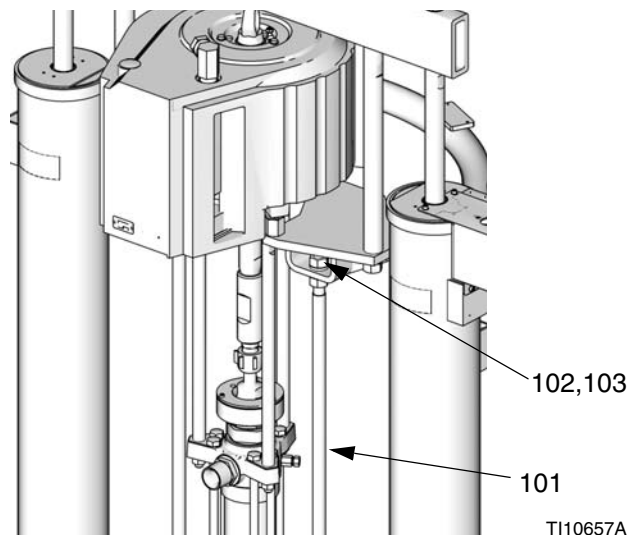

FIG.20
1. Retirez les écrous et rondelles (102, 103) situés en haut des tiges de levage du plateau (101). Voir FIG.20.
Ne pas retirer ni serrer les écrous (102) situés en dessous des supports. Voir FIG.20. Si les écrous sont serrés, la pompe ne pourra être complètement en prise avec le plateau ou bien la distance entre les deux exercera une tension sur le moteur, les tirants d'assemblage et le bas de pompe.
4. Serrez les écrous (103) et rondelles (102) situés en haut des tiges de levage du plateau (101). Voir FIG.20.